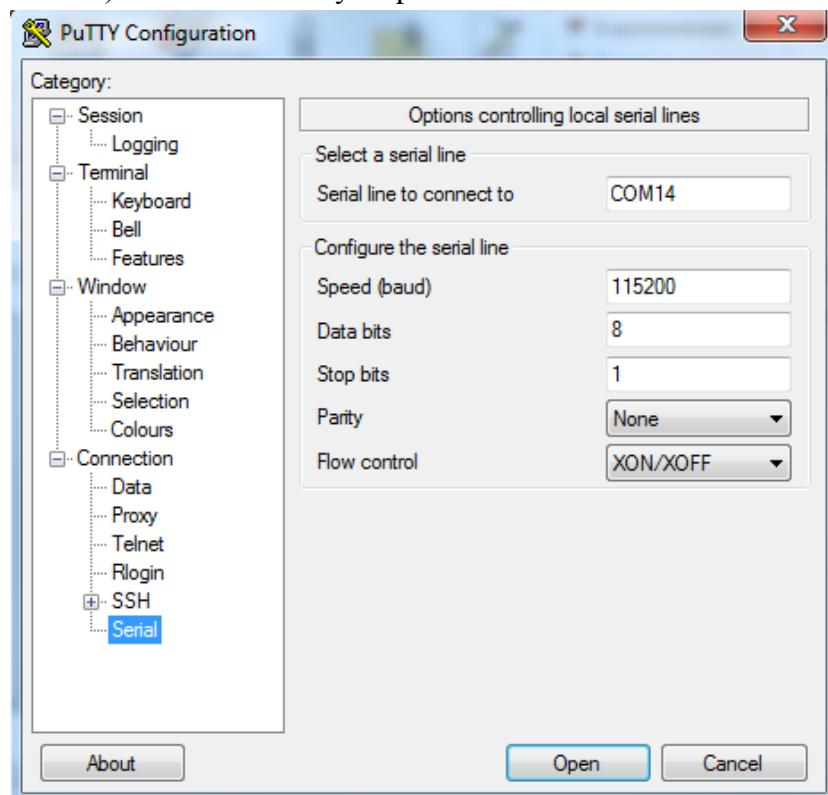

Рисунок 42. Установка параметров СОМ-порта
- в разделе «Serial» выбрать настройки: 115200 8; N; 1; (см. Рис. 42),